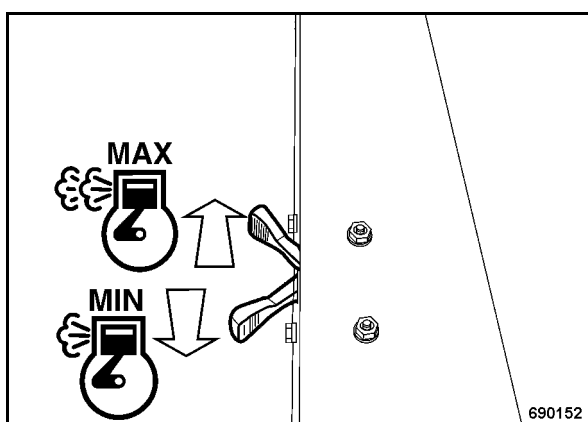

Fig. 21
- Cambiar la palanca reguladora de revoluciones (Fig. 21) en vaivén entre posición "MIN" y "MAX".